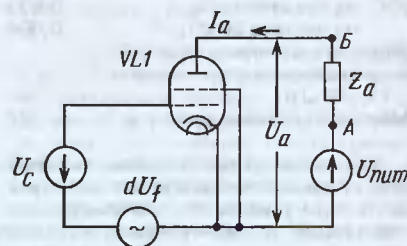
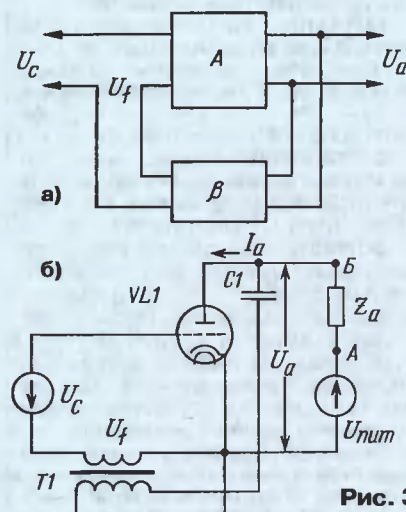

Рис. 2
Рис. 3
Выражение (2) является формой записи теоремы эквивалентной анодной цепи. Эту теорему также можно применить к схеме на рис. 2, где показана
эквивалентная схема включения триода с мнимым напряжением dU_i в цепи сетки. Здесь между анодом и катодом введена фиктивная экранирующая сетка для нормирования передачи напряжения dU_a из анодной цепи в цепь сетки. Это влияние учитывается как фиктивное напряжение $dU_i = dU_a/\mu$ в соответствии с выражением (4). Теперь можно установить эквивалентность между схемой на рис. 2 и обобщенной схемой устройства с ОС по напряжению, показанной на рис. 3, а, где А — коэффициент усиления каскада на триоде, функционирующего как пентод с усилением $A = -S_d Z_a$; β — коэффициент передачи обратной связи, равный $1/\mu$. Основное уравнение для триода может теперь быть получено исходя из теории обратной связи. Таким образом, величина фактического усиления каскада на триоде приобретает известную форму
Приведенное полное сопротивление Z_{AB} (между точками А и Б на рис. 2) может быть определено для $dU_c = 0$, если подключить к этим выходам источник напряжения dU_0 , создающий ток dI_0 в параллельной цепи, и вычисляется по очевидной формуле (по переменному току Z_a и R_i соединены параллельно)
внешней ОС показана на рис. 3,б, где для введения напряжения ОС в цепь сетки используется трансформатор — $dU_c = k \cdot dU_a$ (здесь k — константа, определяемая коэффициентом трансформации).
Расширяя пример далее, можно рассмотреть работу трансформатора в области его верхней граничной частоты. В этой частотной области передаточная характеристика имеет выраженный максимум из-за резонансных явлений, вызванных его паразитными реактивными параметрами. Известно, что применение отрицательной ОС приводит к сглаживанию передаточной характеристики. Фактически это происходит и без применения внешних ОС за счет действия внутренней ОС в лампе. Удаление внутренней ОС привело бы к максимальному всплеску на передаточной характеристике. Это лишний раз подтверждает одинаковую природу внутренней и внешней ОС, так как их влияние приводит к одинаковым результатам. Аналогично, наличием внутренней обратной связи можно объяснить лучшие частотные свойства триода по сравнению с пентодом в схеме рис. 3,б.